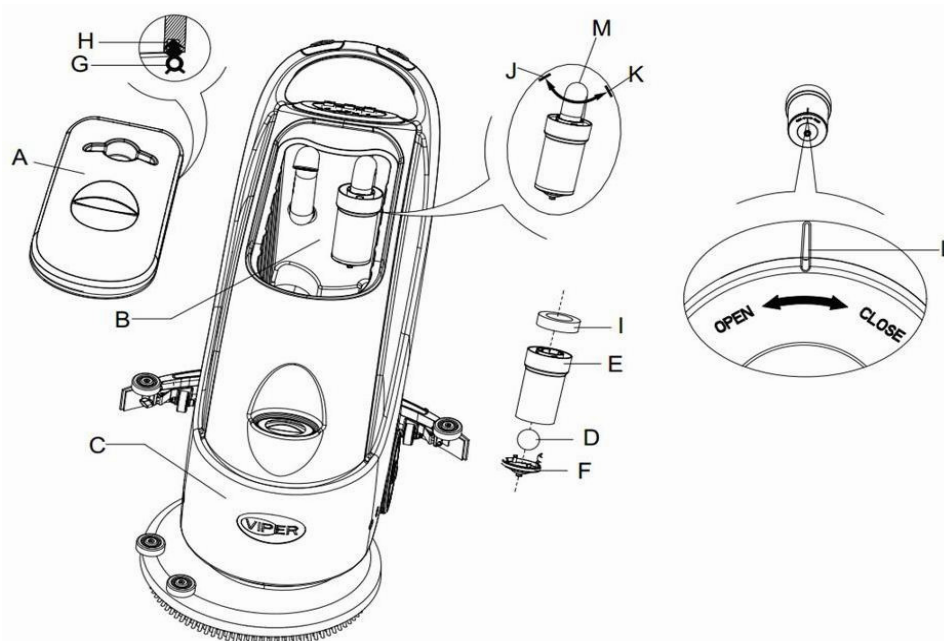

Figura 16
2. Presione el interruptor de encendido (41) en posición "O" para apagar la máquina.
3. Abra la tapa del tanque de recuperación (A, **Figura 16**) y retire el dispositivo del flotador (36) del tanque de recuperación.
4. Use agua fresca para lavar la tapa del tanque de recuperación (A), el tanque (B y C), y el bastidor del filtro del flotador (E). A través del Tubo de Recuperación (15), vacíe toda agua del tanque.
5. Si have falta, siga los símbolos "Abierto" y "Cerrado" como se indica en la **Figura 16**, abra la tapa inferior (F) del filtro del flotador y limpie el flotador (D), su filtro, el bastidor (E), y la esponja del filtro. Después de limpiar, fije el flotador sobre el bastidor del filtro (E), luego alinee la ranura marcada (L) de la tapa inferior (F) del filtro del flotador con la ranura marcada (L) del bastidor del filtro (E). Apriete la tapa inferior (F) del filtro del flotador y fije la esponja del filtro (I) sobre el bastidor (E), y luego sobre la manguera de aspiración (M).
6. Compruebe la integridad del anillo de sellado (G) de la tapa del tanque de agua.
Si es necesario, la tira de sellado del tanque de agua (G) se puede sacar de la ranura (H) y ser reemplazada. A la hora de ensamblar una nueva tira de sellado del tanque de agua, como indica la Figura 16 más abajo, instale el conector en la sección central de la parte posterior.
7. Compruebe si la superficie de recepción de la tira de sellado (G) está intacto y sella adecuadamente.
8. Cierre la tapa del tanque de recuperación (A).